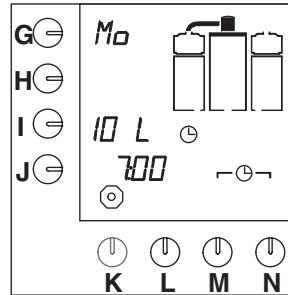

Fig. 15 Timeren i ventemodus
- Klokka på displayet begynner å blinke og systemet vil starte kaffetraktingen ved innstilt tidspunkt. Ventemodus vises på displayet (fig.15).